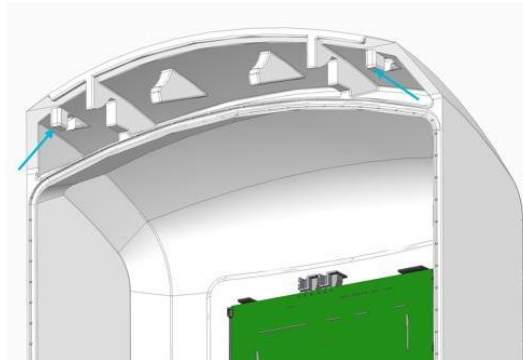

Abbildung 4
12. Senken Sie die vordere Haube mit den beiden hervorstehenden Nocken in die Schlitze an der Oberseite der hinteren Haube ab (Abb. 4);